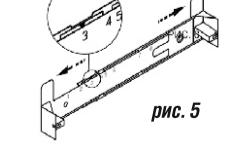

рис. 5
• увеличите размер кронштейна (если это необходимо), раздвинув его, и зафиксируйте фиксатором напротив соответствующей цифры (рис. 5).